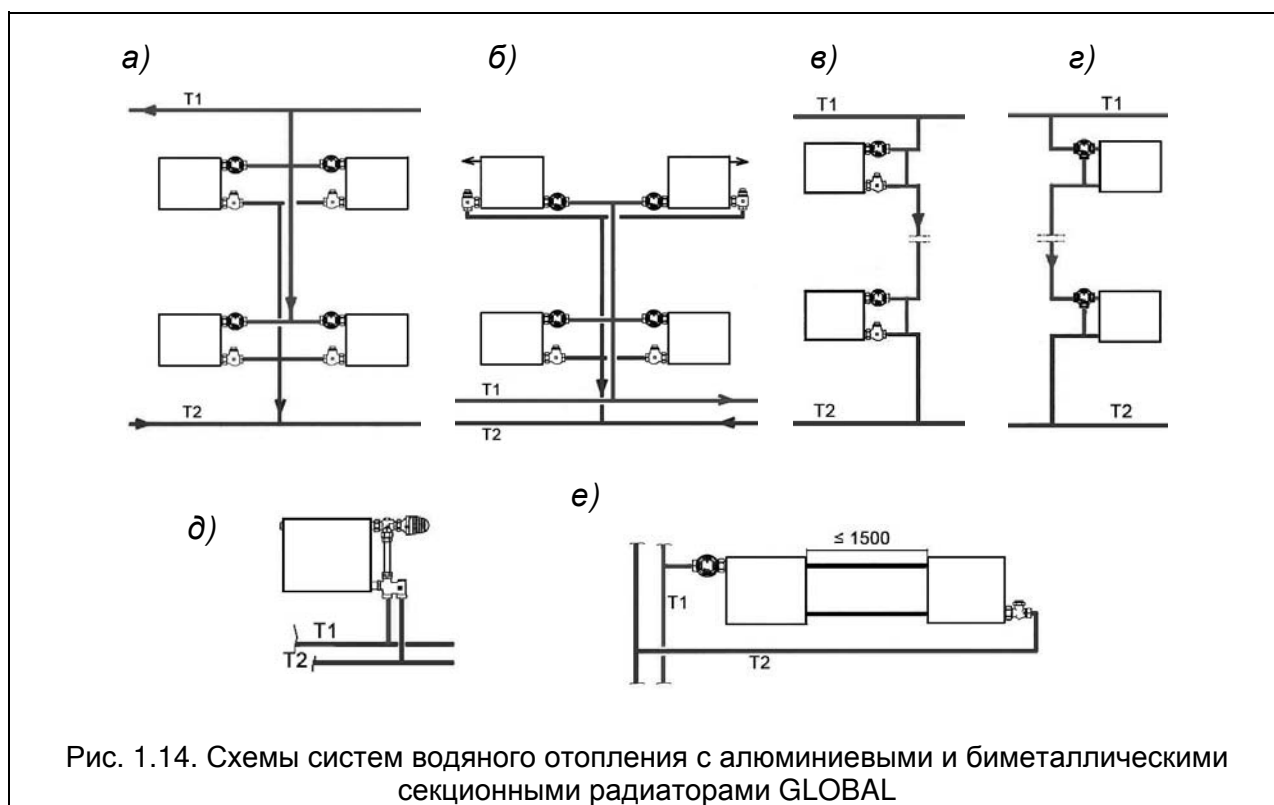

Рис. 1.14. Схемы систем водяного отопления с алюминиевыми и биметаллическими секционными радиаторами GLOBAL
1.22. На рис. 1.14 представлены наиболее распространённые в отечественной практике схемы систем отопления, в которых используются секционные радиаторы.
При соединении приборов на сцепках (рис. 1.14е) также рекомендуется применять разностороннюю схему присоединения теплопроводов. Для сцепок целесообразно использовать теплопроводы диаметром 1" (не менее  $\frac{3}{4}$ ").
Радиаторы GLOBAL могут применяться в горизонтальных системах отопления с нижним подсоединением (рис. 1.14д). В этом случае, например, могут быть использованы гарнитуры бокового подсоединения.